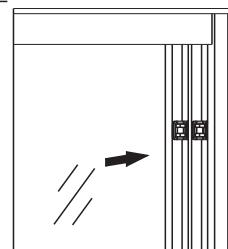

图5-2
7.将“单边防撞块”分别卡入“边柱型材”的卡口中(如图5-2所示)。